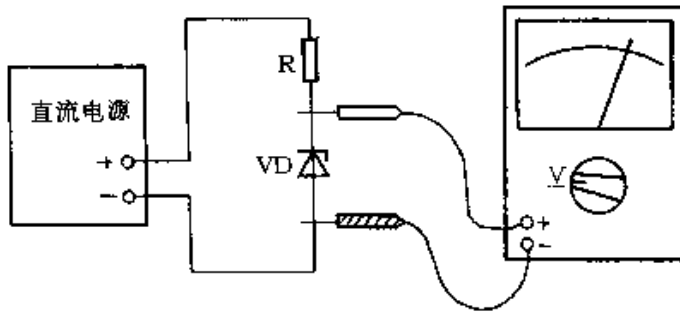

图 2-188
② 对于稳压值 $\geq 15\text{V}$ 的稳压二极管, 可以按图 2-188 所示, 用一输出电压大于稳压值的直流电源, 通过限流电阻 R 给稳压二极管加上反向电压, 用万用表直流电压挡即可直接测量出稳压二极管的稳压值。测量时, 适当选取限流电阻 R 的阻值, 使稳压二极管反向工作电流约为 $5 \sim 10\text{mA}$ 即可。